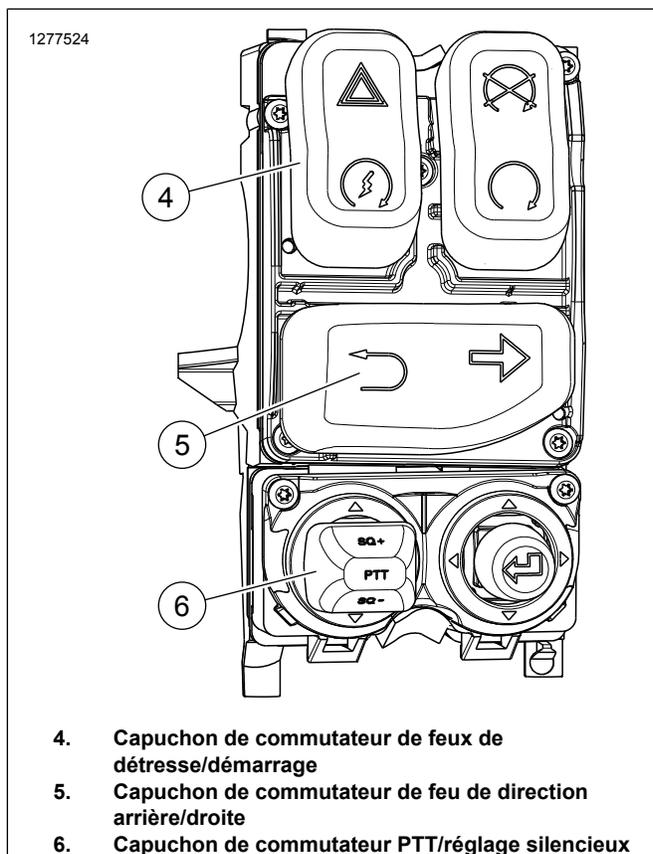

Figure 7. Vue après le remplacement du contrôle arrière droite 2019 et modèles suivants (71500130C)
2. **Modèles Touring** : voir Figure 7. Poser le module de commutateur de droite n° 71500130C. Consulter le manuel d'entretien.
- c. Voir Figure 7 . Installer l'embout des clignotants arrière/droite (5) au nouveau module de commande.